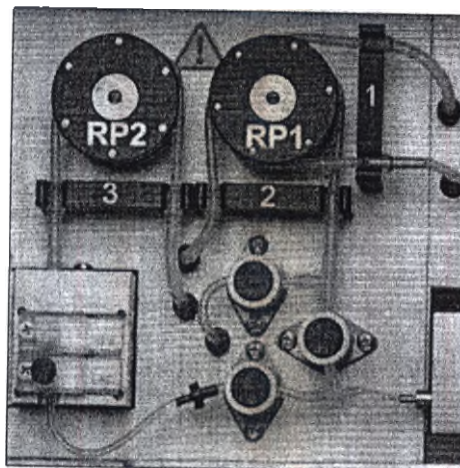

Рисунок 20 Роликовые насосы и переходники трубок анализатора modular pro meta
- Сначала извлеките **использованные трубки** из положения 1 (см. рисунок 20) из **правого роликового насоса** вместе с трубками, подключенными к коннектору и пробоотборному каналу. Вытяните трубку из отсека клапанов. **Но не удаляйте трубки из нижней части пробоотборного канала, ведущие к стенке, сенсору гемоглобина (Hb) или матрице сенсоров! Эти трубки заменяются технической службой во время ежегодного обслуживания!**
- Затем удалите **использованные трубки** из положения 2 (см. рисунок 20) из **правого роликового насоса** и все трубки, подключенные к коннектору и клапанам до нижнего порта биосенсоров и матрицы сенсоров.
- Установите **новые трубки** в положение 2 в натяжной блок и поместите оба стопора в **стопорную секцию натяжного блока** (см. рисунок 20).
- Установите **новые трубки** в положение 1 через натяжной блок и установите оба стопора в **стопорную секцию натяжного блока** (см. рисунок 20).
- Аккуратно натяните новую трубку роликового насоса на **правый роликовый насос** и подведите соответствующие трубки (см. рисунок 20) к пробоотборному каналу и коннектору на стенке. Поместите трубку в середину клапана для исправной работы.
- Удалите **использованные трубки** из положения 3 (см. рисунок 20) из левого роликового насоса (2) вместе с подключенными трубками к стене и верхнему порту биосенсорного модуля.